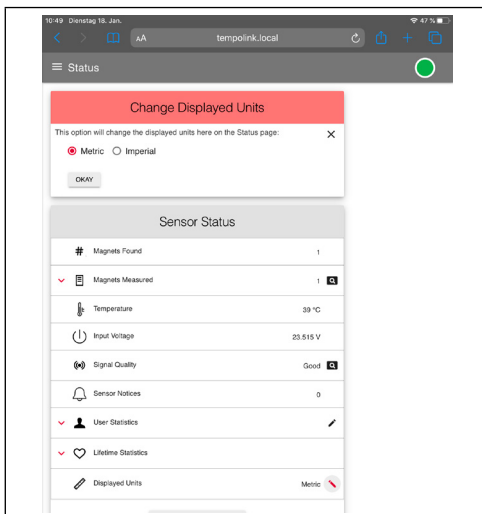

Abb. 28: Umstellung der angezeigten Einheiten
- **Displayed Units:** Sie können die Einheiten der angezeigten Werte zwischen imperialen und metrischen Einheiten umstellen. Klicken Sie dazu auf den schwarzen Stift in dieser Zeile. Das Fenster „Change Display Units“ öffnet sich. Wählen Sie die gewünschte Einheit aus und bestätigen Sie dies durch Klicken der Schaltfläche OK (Abb. 28).